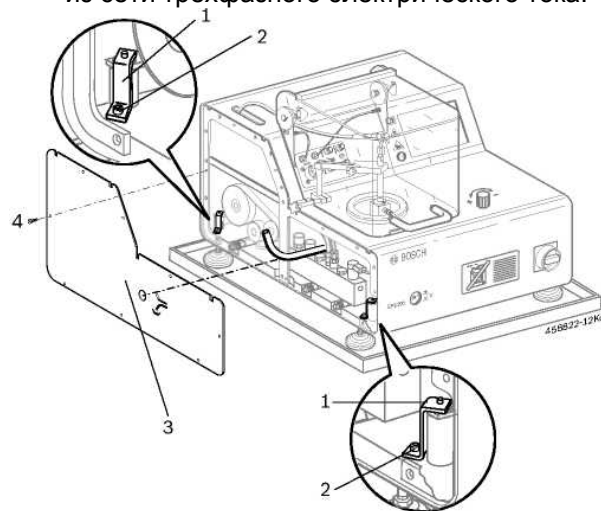

Рис. 15. Удаление транспортировочного предохранительного приспособления.
1. Отвинтить крепежные болты (8 шт.) левой стенки кожуха корпуса 4 (рис. 15).
2. Снять стенку кожуха корпуса 3 (рис. 15).
3. Удалить крепежные болты (2 шт.) транспортировочного предохранительного приспособления 2 (рис. 15).
4. Удалить транспортировочные предохранительные приспособления 1 (2 шт.) (рис. 15).